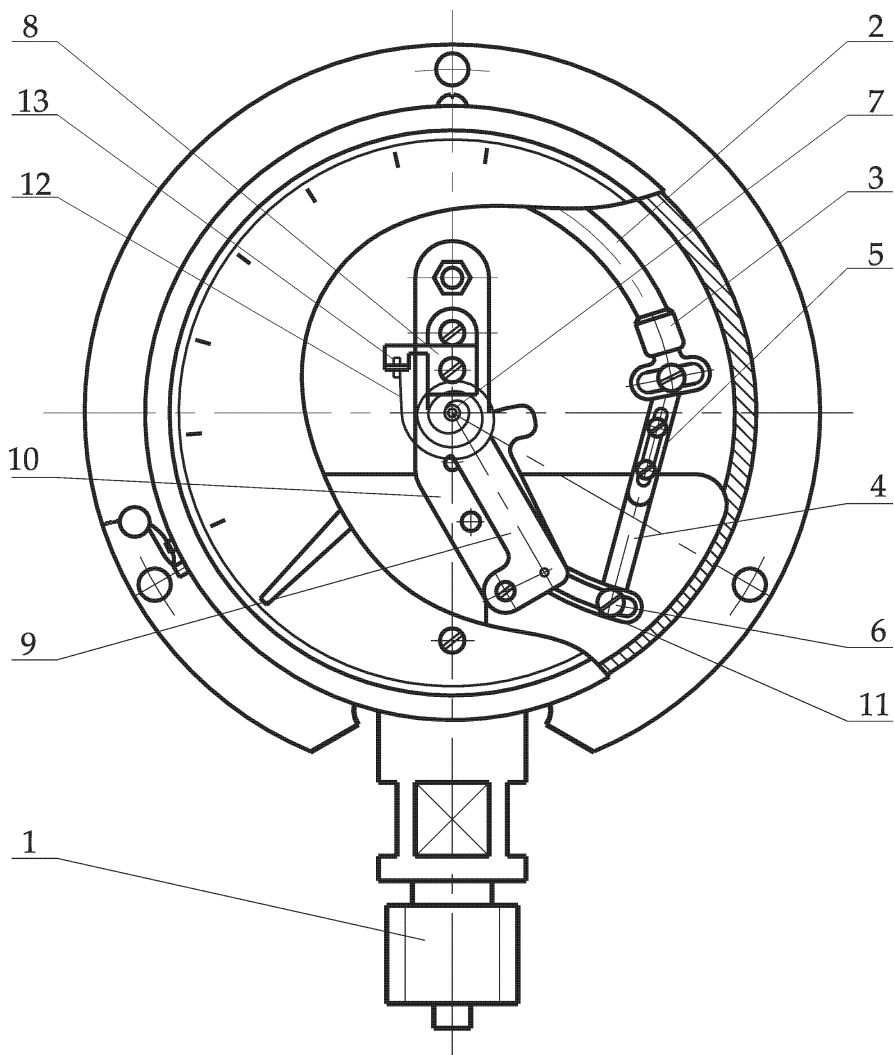

Рисунок 1 - Общий вид манометра МП
3.1 Базовой деталью манометра является держатель 1, в отверстие которого впаян один конец трубчатой пружины 2; другой конец пружины запаян и несет на себе наконечник 3 (рисунок 1). Полость пружины сообщается с измеряемой средой через канал в держателе. Подвижный конец трубчатой пружины через тяги 4 и 5 соединен с хвостовиком зубчатого сектора 11.